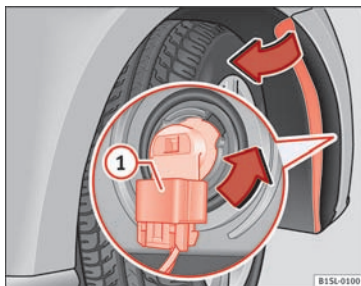

Fig. 148 Udskiftning af pære i forlygte
4. Løsn tilslutningsstikket » **Fig. 148** **1**, og træk det af.
5. Drej pæreholderen » **Fig. 148** helt i pilens retning **mod uret**, og træk den bagud og ud sammen med pæren.